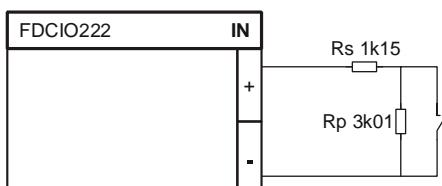
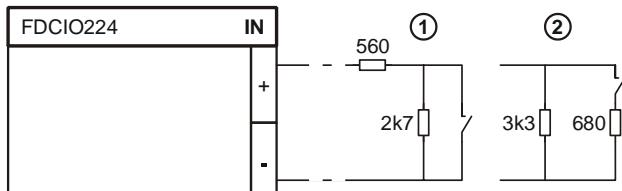

Fig. 6
Fig. 7
3. Connect resistors to input terminals (Fig. 6 and Fig. 7).
3. Schließen Sie die Widerstände an den Klemmen der Eingänge an (Fig. 6 und Fig. 7). Die Widerstände müssen am Ende derleitung angeschlossen werden!